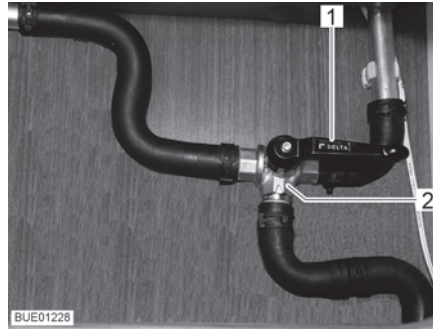

Fig. 139 Valvola a 3 vie
- Posizionare la leva (Fig. 139,1) della valvola a 3 vie (Fig. 139,2) parallela alla direzione di flusso diritta (Fig. 139).
- Posizionare la leva (Fig. 139,1) della valvola a 3 vie (Fig. 139,2) trasversale alla direzione di flusso diritta.